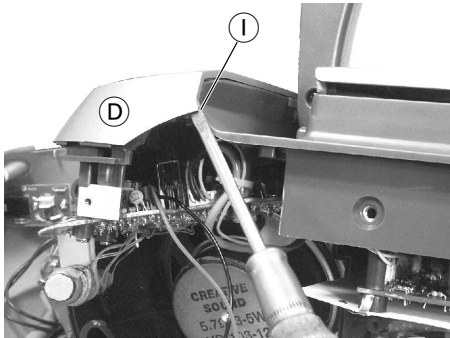
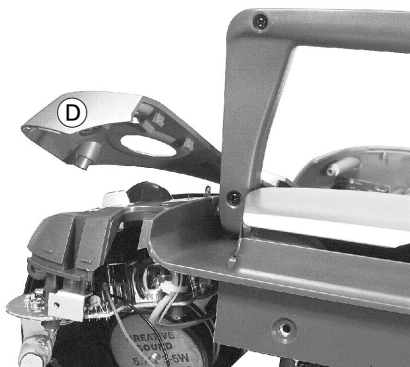

Fig. 6
Fig. 8
Die Abdeckungen werden durch Rastnasen gehalten und sind **zusätzlich** an den **markierten Stellen verklebt**. Abdeckungen ① und ② an den Punkten ① abhebeln (Fig. 6 und 7). Diese Abdeckungen **vorsichtig** nach oben biegen (bei Bedarf die Abdeckungen durch **vorsichtiges** abhebeln ganz abnehmen) und Gehäuseoberteil herausziehen (Fig. 8 und 9). Wenden Sie zuviel Kraft auf, können Rastnasen oder die Blende brechen! In Fig. 2 und 4 sehen Sie die Anordnung der Rastnasen.
The covers are held in place by locking lugs and are **in addition glued** at the **marked** spots. Lift off the covers ① and ② at the points ① (Fig. 6 and 7). **Carefully** bend up these covers (if necessary remove the covers completely by **carefully** lifting them off) then pull out the top part of the cabinet (Fig. 8 and 9). If you apply too much force the locking lugs or the trimplate might break! Fig. 2 and 4 show the locations of the locking lugs.